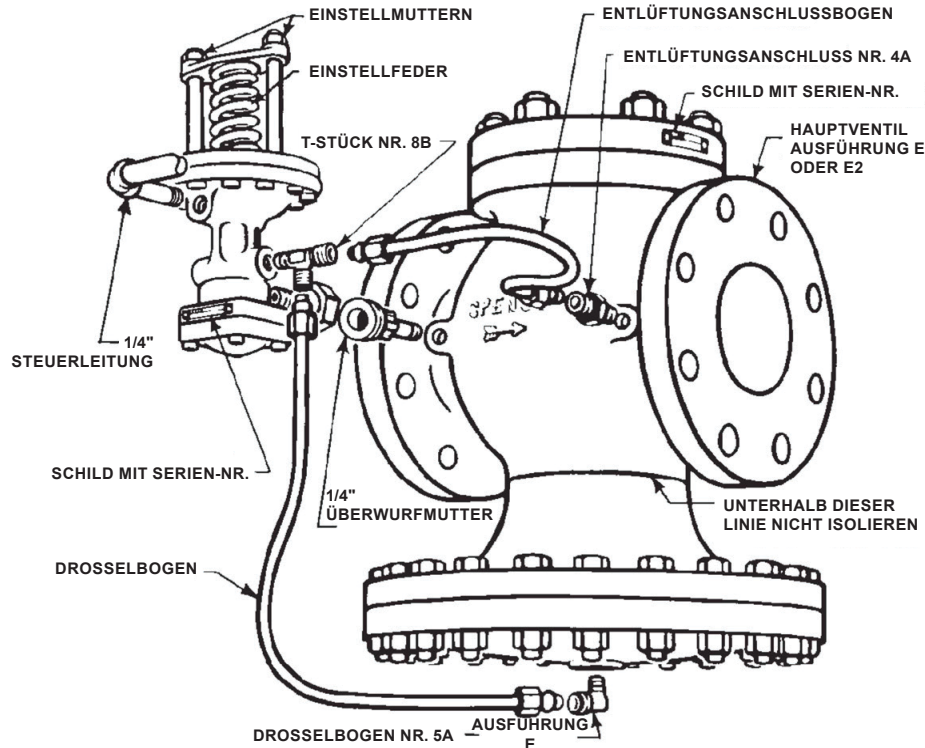

Abbildung 4. Montage des Steuerreglers an einem Hauptventil Ausführung E
2. Diese Baugruppe wie in Abb. 4 gezeigt mit dem 6,35-mm-Rohrgewinde (1/4") am Einlass des Hauptventils verbinden.
5. Die Bögen wie in Abb. 4 gezeigt anschließen. Ventile mit Ausgleichsgefäß werden gemäß Abb. 4 montiert.
2. Den Steuerregler durch Aufheben der Kompression der Einstellfeder schließen. Siehe Abb. 4.